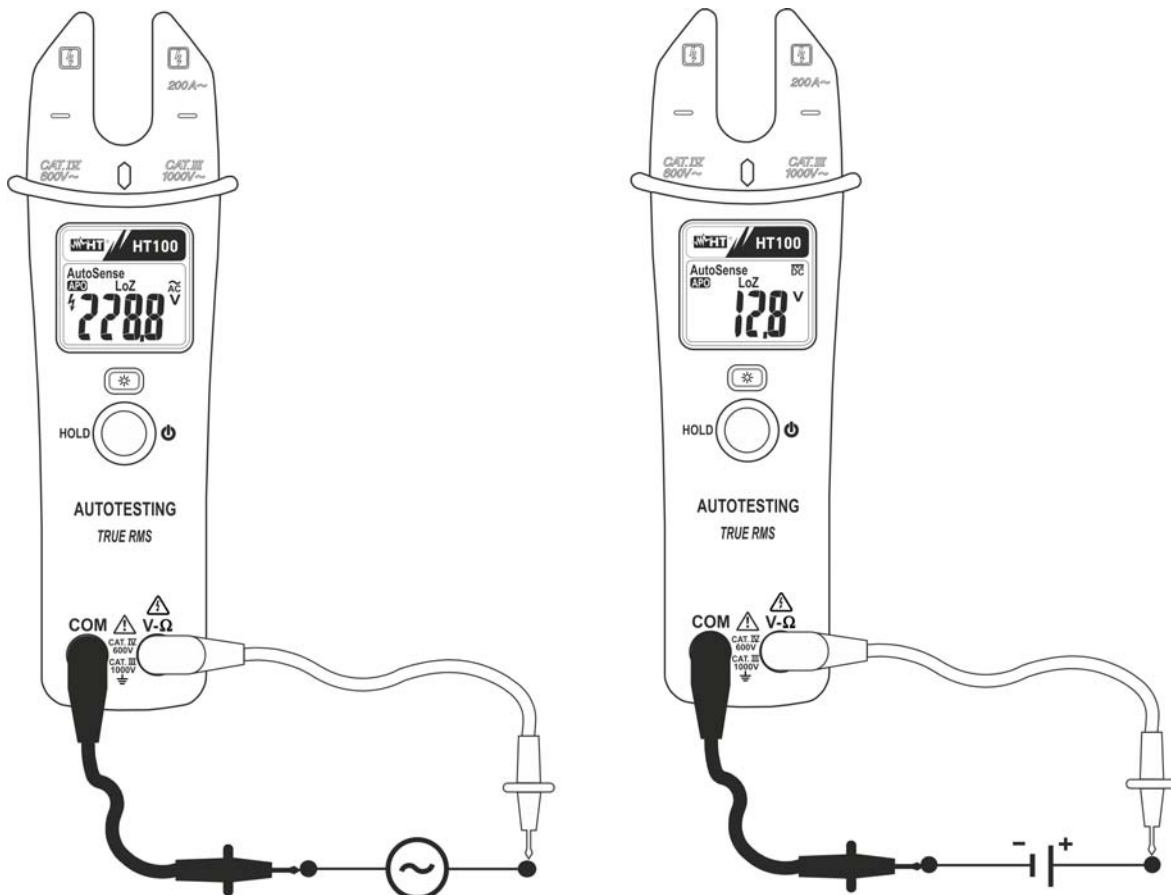

Fig. 3: Uso de la pinza en medidas de tensión CA y CC
2. Inserte las dos puntas de prueba en el punto deseado del circuito (ver Fig. 3), luego el instrumento mostrará el resultado. La pinza selecciona automáticamente la indicación CA o CC dependiendo de la tensión de entrada
4. Para la medida de tensión CC el símbolo "-" en el visualizador indica que el valor de la tensión está invertida respecto a la conexión de la Fig. 3.